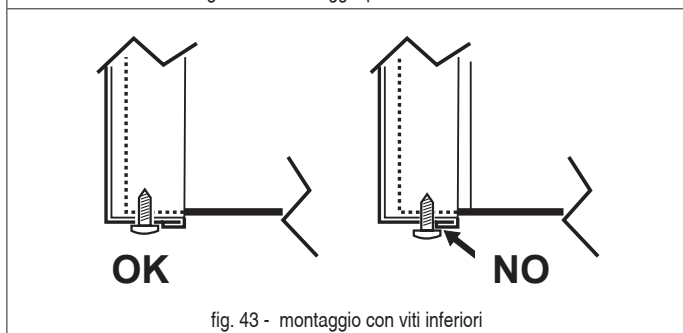

fig. 43 - montaggio con viti inferiori
3. Procedere in ordine inverso per rimontare il pannello anteriore. Assicurarsi che sia fissato correttamente al pannello superiore e completamente in appoggio sui pannelli laterali. La testa della vite "A", una volta serrata, deve essere posizionata come indicato in "fig. 43 - montaggio con viti inferiori".